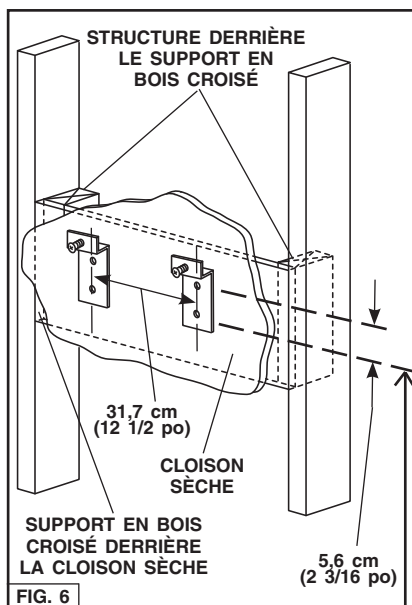

FIG. 6
1. Construisez une **structure** murale en bois à niveau avec la surface intérieure des poteaux de cloison. Fig. 6. Assurez-vous :
2. **Une fois que la surface murale est terminée**, fixez chaque support de montage à la structure avec (2) vis de montage de 4,8 x 38 mm. Consultez le tableau ci-dessous pour connaître l'emplacement du support de montage.